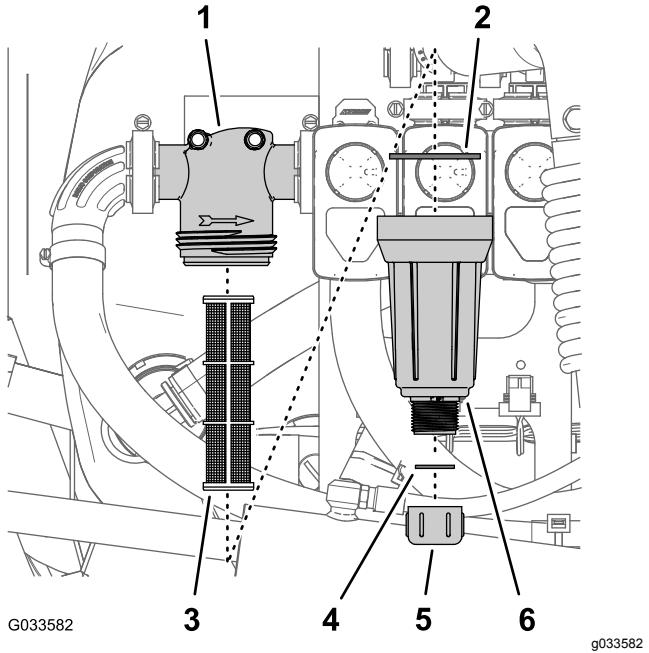

図 92
2. 圧力フィルタの下に受け容器をおく図 92。
3. 圧力フィルタのボウルについているドレンキャップを左に回して外す図 92。
4. ボウルを左に回してフィルタヘッドから外す図 92。
5. 古い圧力フィルタエレメントを外す図 92。
6. ドレンプラグのガスケットボウルの内側とボウルのガスケットフィルタヘッドの内側に傷や破損がないか点検する図 92。
7. 新しい圧力フィルタエレメントをフィルタヘッドに取り付ける図 92。
8. フィルタヘッドにボウルを取り付けて手締めする図 92。
9. ボウルの底部のフィッティングにドレンキャップを取り付けてキャップを手締めする図 92。